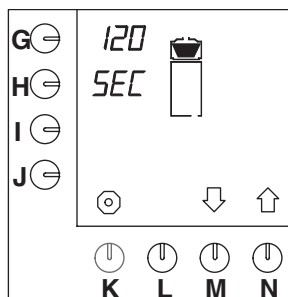

Abb. 47 Nachtropfzeit
- Drücken Sie auf die Wahl taste (N.)↑, bis Abb.47 im Display erscheint.